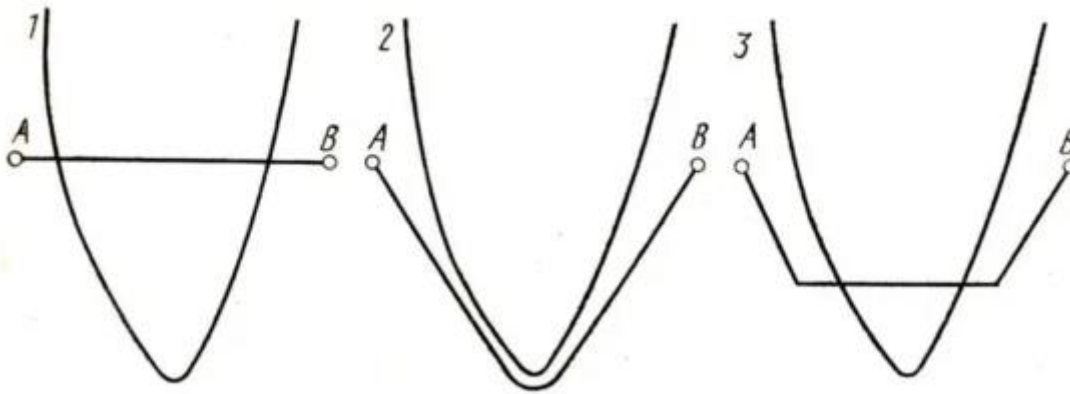

Рис. 3.4.2. Варианты построения трасс в горах , по А. Лёшу
- 3 – промежуточный по затратам и длине, см. рис. 3.4.2.